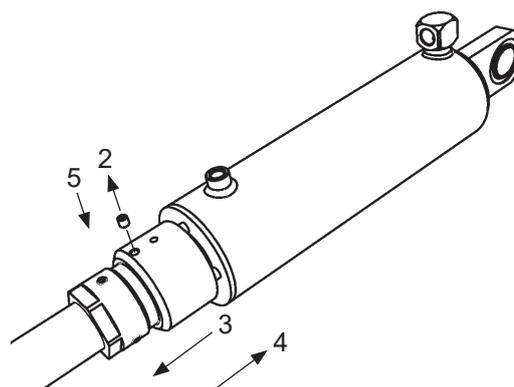

Figura 43. Tope y su tornillo de bloqueo
2. Aflojar el tornillo de bloqueo del tope (2). Desenroscar el tope totalmente hacia atrás, hacia el puente de elevación (3). Figura 43.
4. Ajustar el tope por completo hacia la culata del cilindro (4). Figura 43.